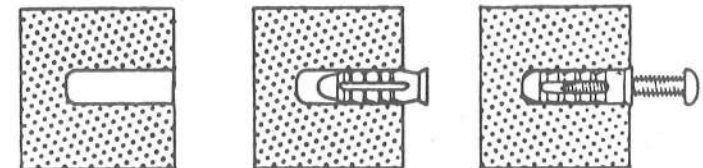

図7
- コンクリート、ブロック、レンガ等に取り付ける場合(図7参照)
- ①取付け場所にドリルで直径(約)5mm×深さ(約)30mmの穴をあけてください。
- ②金槌等でプラグを軽くたたいて打ち込んでください。取付け面からプラグの面が突き出さないようにしてください。
- ③付属の取付けネジで固定してください。